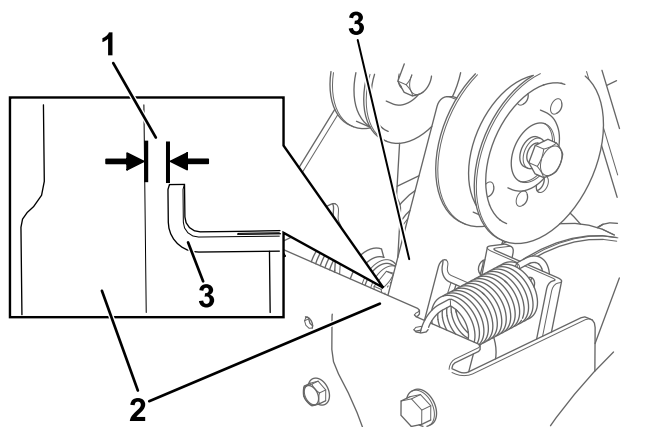

Figura 36
3. Con la leva della coclea/ventola disinnestata, assicuratevi che la distanza tra il braccio della frizione della coclea e il telaio della macchina sia pari a 1,5 mm, come illustrato nella **Figura 36**.